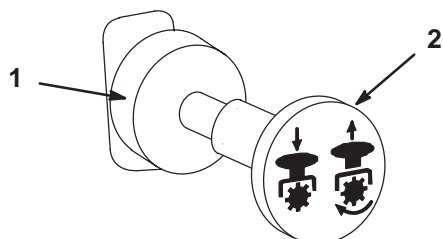

Figure 14
3. Tirez sur la commande de prise de force (PDF) pour l'embrayer (Fig. 14).
Repoussez la commande de PDF en position désengagée pour la débrayer (Fig. 14).